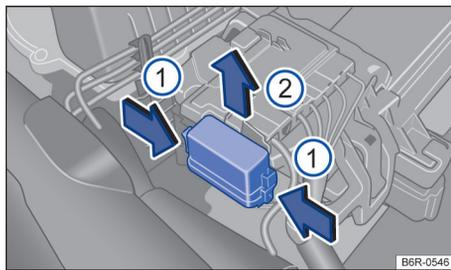

图 132 发动机舱内左前部：保险丝盒盖板
- 沿箭头方向向前按压分离按钮 → 图 132 ①，解锁保险丝盒盖。
- 沿箭头②方向上提，取下保险丝盒盖板。
- 安装时，将保险丝盒盖沿图示箭头②相反方向扣到保险丝盒上，直至听到锁定声。